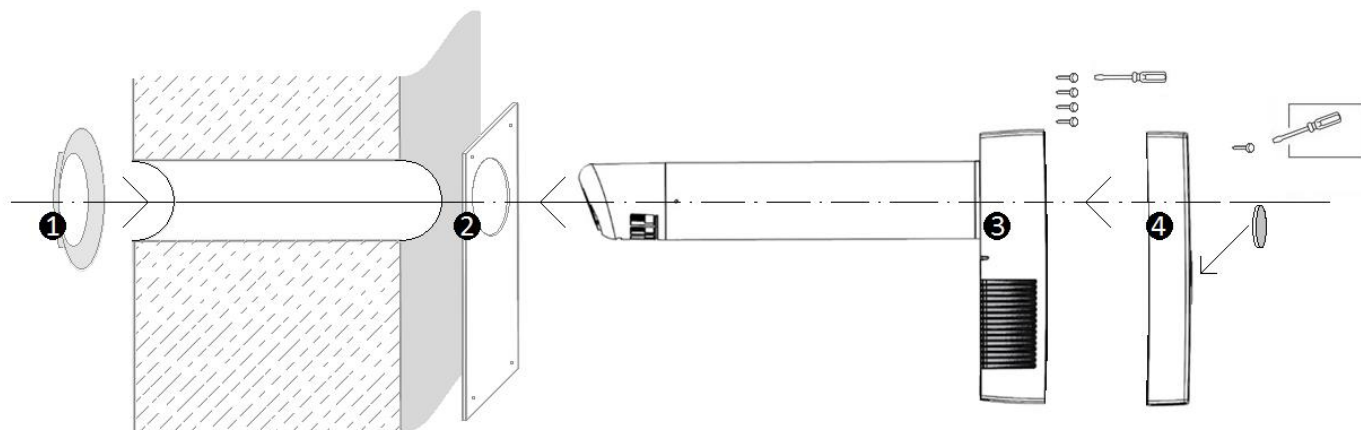

Рис.7. Последовательность монтажа
4.6.15 После фиксации корпуса к стене производим окончательную сборку устройства. Фронтальную панель одеваем на корпус устройства и фиксируем винтом (Рис. 7).